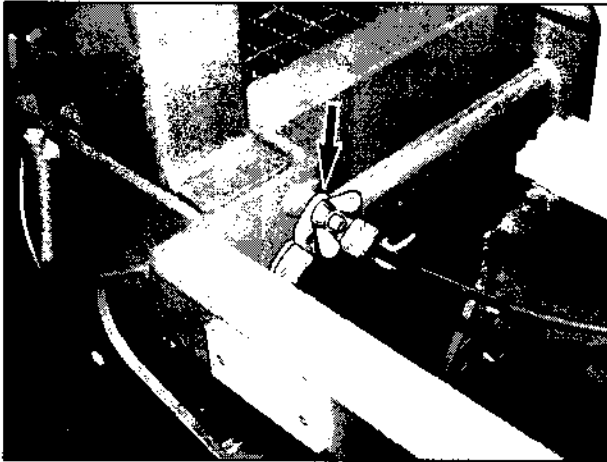

Bild 73
4. Erdungsleitung vom Mast und Erdungsleitung, 5 m, an die Erdungsschraube am Anhängerrahmen (Bild 73/Pfeil) aufstecken und mit der Flügelmutter festziehen. Siehe auch Erdungsschema in Abschnitt 2.1.3.